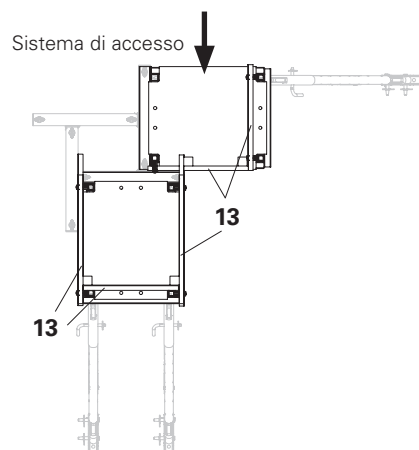

Fig. C1.07a
- Mettere in sicurezza i lati liberi della pedana e i passaggi tra pedane con protezioni laterali (13). (Fig. C1.07a – C1.07c)